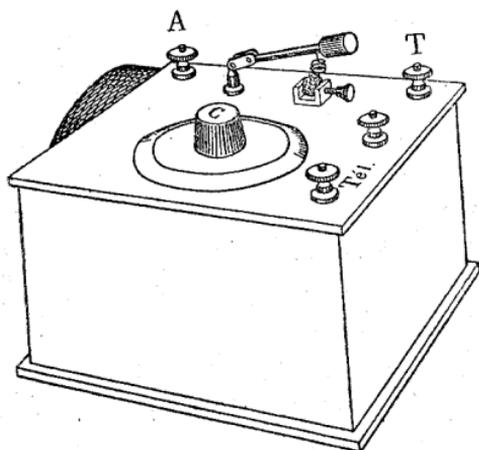

Figure 4
**Self interchangeable** (Fig. 4).— Si le courant ne passe pas, examinez les parties où le fil relie les fiches. Une